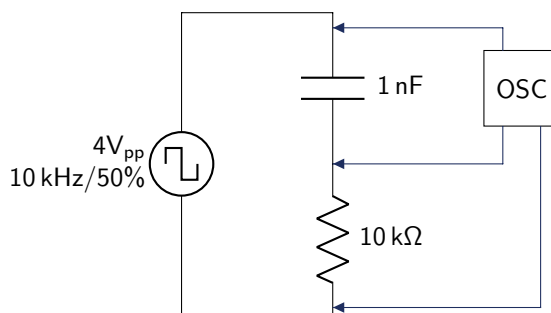

Figura 8.2: Circuito de medición para la corriente en el condensador.
5. Intercambie la posición de los componentes R y C , como se muestra en la figura 8.2. Mida V_f y V_R .
6. Explique por qué la tensión pico-pico en la resistencia es el doble de la tensión pico-pico del generador para el circuito de la figura 8.2.